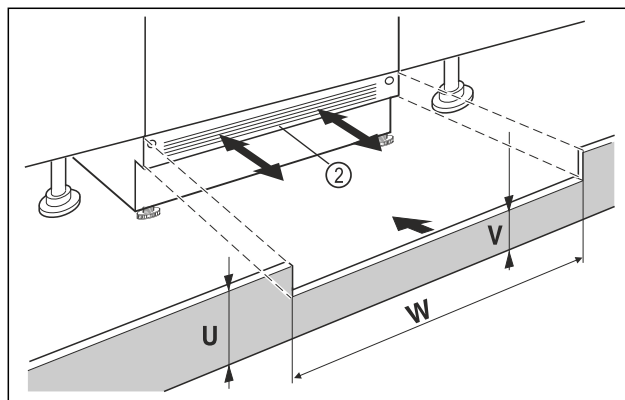

Fig. 39 Ilustratīvs attēlojums
- Uzlieciet, taču vēl nenofiksējiet ierīces pamatnes aizsegu Fig. 39 (2).
- Ja ir redzams pamatnes aizsegs Fig. 39 (2), pavelciet to tik tālu uz priekšu, lai ventilācijas režģa priekšējā mala un mēbeles pamatnes aizsegs veidotu vienu līmeni.
- Ja ir nosegts pamatnes aizsegs Fig. 39 (2), bīdiet to pilnīgi uz aizmuguri.
- Ievērojiet, lai būtu pilnīgi brīvas ventilācijas spraugas: Pielāgojiet pēc vajadzības mēbeles pamatnes aizsega Fig. 39 (U) augstumu!
- Gar nišas platumu Fig. 39 (W) pielāgojiet pārsedes augstumu Fig. 39 (V) zem ierīces pamatnes aizsega Fig. 39 (2).